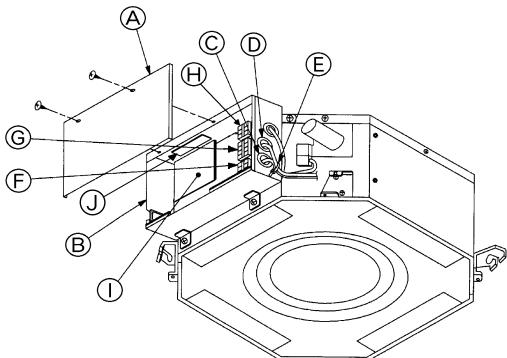

Fig. 4-1
4.1. Εσωτερική μονάδα (Fig. 4-1)
► **Εκλογή ασφάλειας χωρίς διακόπη (NF) ή ασφάλειας με διακόπη (NV).**